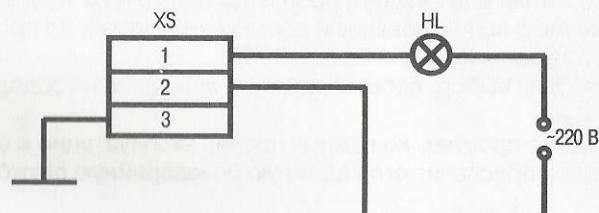

Рис.4
Генератор размагнчен	Возбудить согласно рис.4
10.5. В случае потери возбуждения генератора, приложить к контактам розетки генератора напряжение 220 В в течение 1 сек. согласно схеме, рис. 4.